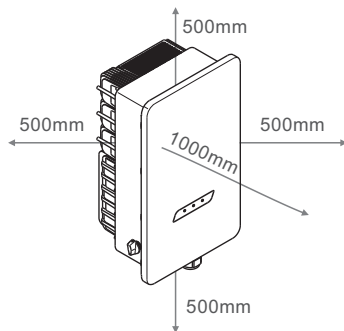

图5.2 逆变器的安装间隙
1. 按照图5.2, 挂板孔距打四个膨胀螺栓孔 (ST6.3\*60 十字槽六角头自攻螺钉, HJ0108 10\*50mm鱼型膨胀管), 使用10mm型号钻头的冲击钻打孔时要保持钻头与墙面垂直, 双手紧握手柄, 把握好方向, 不要摇晃, 以免破坏墙面, 造成孔倾斜。钻孔深度应为60mm。去除孔内灰尘后测量孔深, 保持孔深一致。